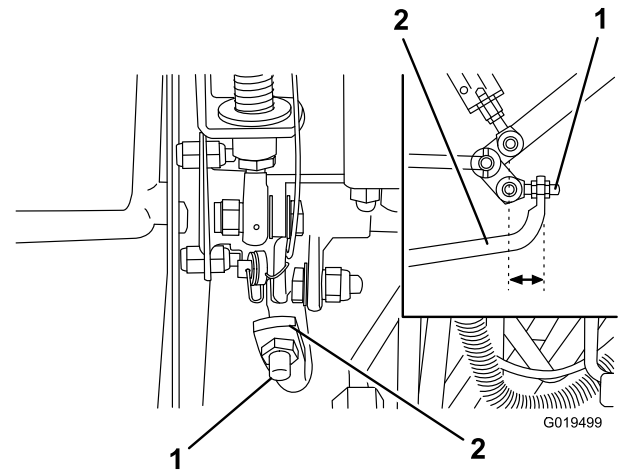

Figura 72
4. Regolate i controdadi dal lato asta della pompa per muovere in avanti il tubo di controllo della pompa ed eliminare lo spostamento in avanti, o per muoverlo indietro ed eliminare lo spostamento indietro (Figura 72).